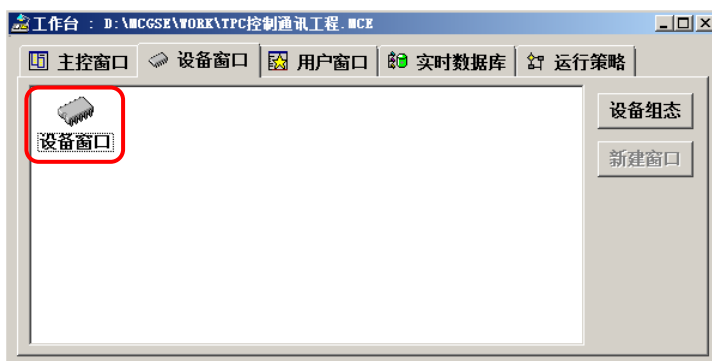

图 3.2.1
- 点击工作台上的设备窗口标签，打开设备窗口，在设备窗口出现的图标上双击可进入设备窗口编辑界面。如图3.2.1所示。